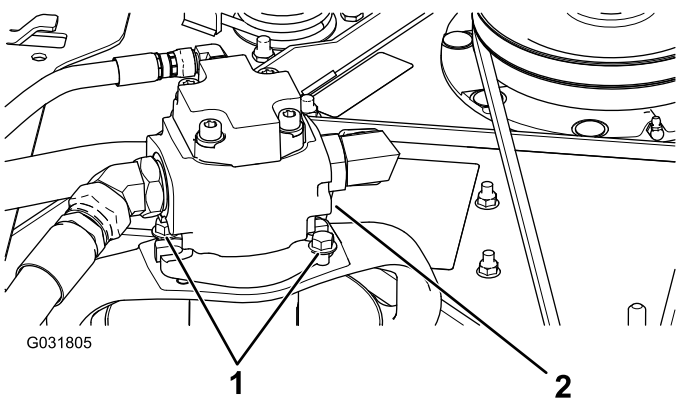

Figure 128
5. Enlevez les boulons qui fixent le moteur hydraulique au plateau de coupe (Figure 128).
3. Enlevez les boulons qui fixent le moteur hydraulique au plateau de coupe (Figure 128).